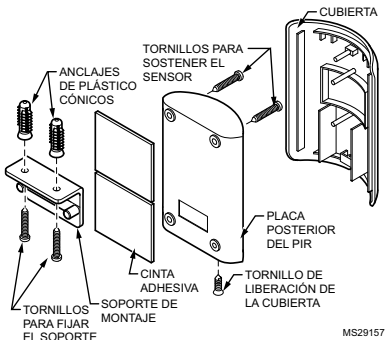

Fig. 11. Opciones de montaje del sensor de movimiento de ocupación de PIR.
- Opción de montaje en el techo: alinee el soporte de montaje y la placa posterior del PIR como se muestra en la Fig. 11. Inserte los dos tornillos pequeños en los orificios superiores de la placa posterior y fjela al soporte. Con los dos tornillos largos (y, si es necesario, los anclajes de plástico opcionales) monte el soporte y la placa posterior del PIR al techo.